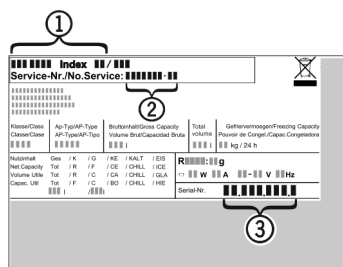

Fig. 7
- ▶ Z typového štítku odčítajte označenie zariadenia Fig. 7 (1), servisné č. Fig. 7 (2) a sériové č. Fig. 7 (3). Typový štítok je na ľavej vnútornej strane zariadenia.
- ▶ Upovedomte zákazníkny servis a oznámte chybu, označenie zariadenia Fig. 7 (1), servisné č. Fig. 7 (2) a sériové č. Fig. 7 (3).